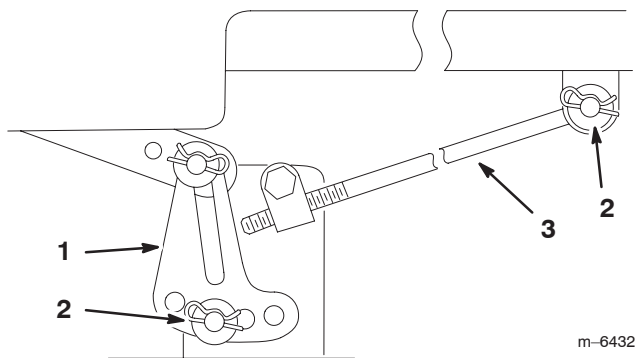

Figure 45
Remarque : Avant de déposer le plateau de coupe, notez quels trous des pattes de mise à niveau sont utilisés (Fig. 45).
5. Retirez la goupille fendue et la rondelle de la tige de réglage (Fig. 45) de chaque côté du plateau de coupe.
6. Enlevez la goupille fendue et la rondelle des pattes de mise à niveau (Fig. 45) de chaque côté du plateau de coupe. Notez le trou de montage de la patte de mise à niveau en prévision de la repose. Dégagez les pattes de l'axe de montage.
5. Fixez la tige de réglage avant à la machine à l'aide de la rondelle et de la goupille fendue (Fig. 45) de chaque côté du plateau de coupe.
6. Glissez les pattes de mise à niveau sur les axes de montage et fixez-les à l'aide des rondelles et des goupilles fendues (Fig. 45).